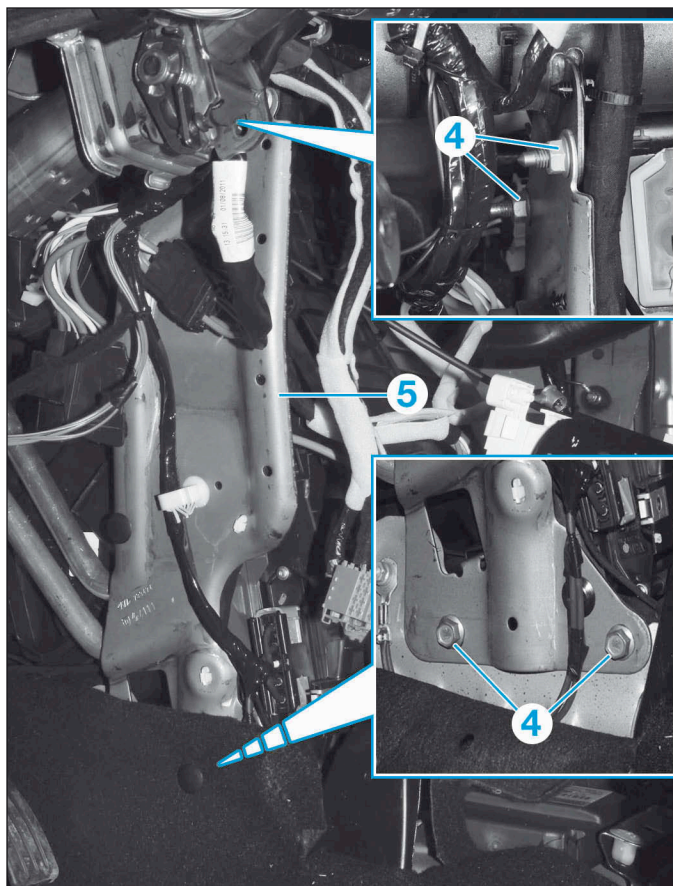

FIG.20
- Déposer les vis (4) puis le renfort (5) (Fig.20).